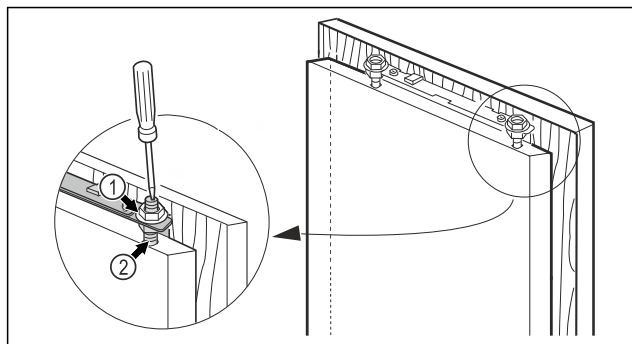

Fig. 23
- Pojistné matice Fig. 23 (1) dotáhněte šestihranným klíčem 13, přitom přidržujte ustavovací čepy Fig. 23 (2) na protější straně šroubovákem.